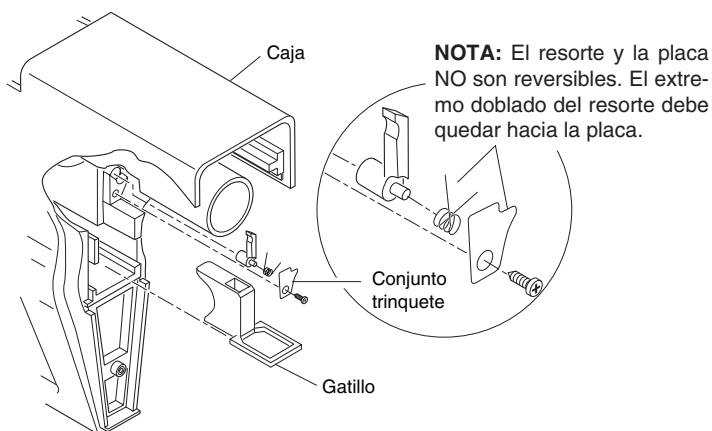

Figura 17 - Colocación del gatillo y del conjunto trinquete
1. Arme los componentes del trinquete y atorníllelos a la caja con un destornillador Phillips (vea la Figura 17).
2. Ponga el gatillo deslizándolo hacia la caja (vea la Figura 17).